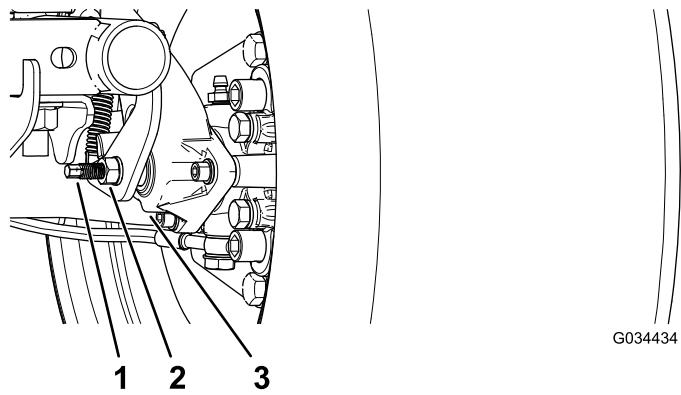

Рисунок 49
3. Используя два ключа, удерживайте регулировочный штырь на суппорте одним ключом и ослабьте контргайку на $\frac{1}{4}$ оборота другим ключом (Рисунок 49).
4. Удерживая регулировочный штырь и контргайку на месте, поверните регулировочный штырь для затягивания (Рисунок 49).
5. Удерживая регулировочный штырь и контргайку на месте, отверните штырь на $\frac{1}{4}$ оборота (Рисунок 49).
6. Удерживая регулировочный штырь и контргайку на месте, затяните контргайку (Рисунок 49).